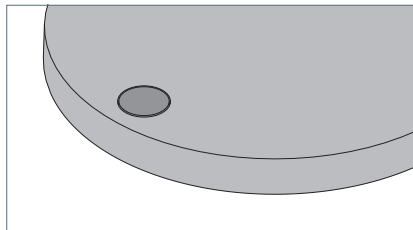

Fig. 3: Touche.
- Appuyez brièvement sur la touche, voir Fig. 3.
- Appuyez sur la touche et tenez-la appuyée, voir Fig. 3.
- Appuyez sur la touche et tenez-la appuyée pendant dix secondes jusqu'à ce que le luminaire commence à s'allumer à intervalles réguliers, voir Fig. 3.